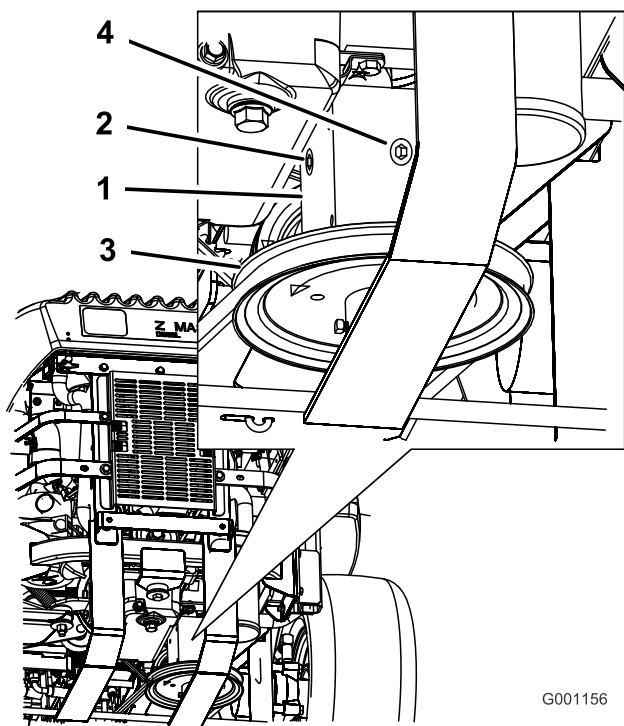

Figure 51
4. Enlevez le bouchon latéral ou arrière du boîtier (Figure 51).